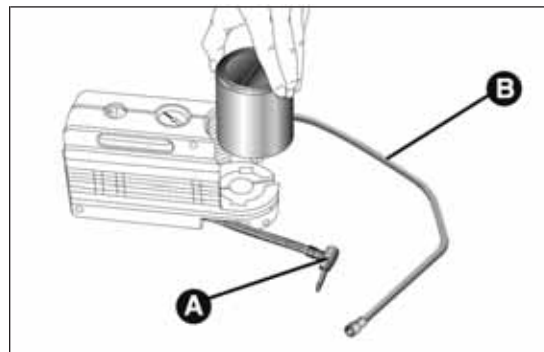

fig. 170
El compresor también puede utilizarse sólo para comprobar y, si hace falta, restablecer la presión de los neumáticos. Desconectar el empalme rápido A fig. 170 y conectarlo directamente a la válvula del neumático que se deba inflar.
- ☐ desacoplar el acoplamiento A fig. 170;